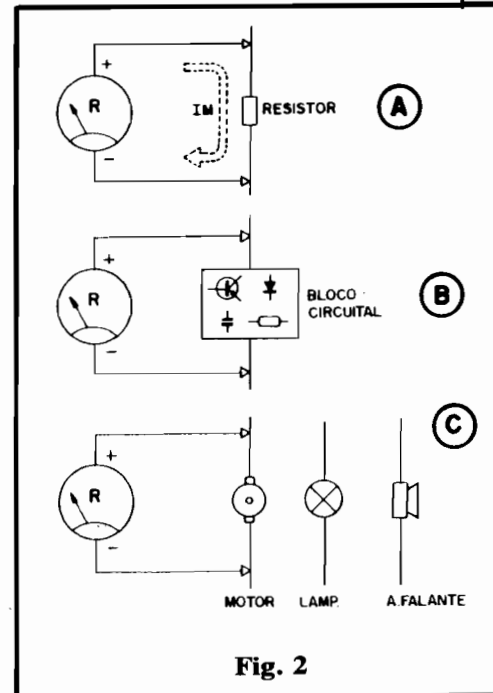

Fig. 2
- **FIG. 2** - MEDINDO RESISTÊNCIAS - Usamos o OHMÍMETRO para verificar o valor ôhmico tanto de um simples componente (não obrigatoriamente de um RESISTOR...) quanto de um inteiro bloco circuital, e mesmo de diversos outros aparelhos, dispositivos ou peças (não forçosamente da categoria de "componentes eletrônicos"...). Não esquecendo **nunca** que os terminais de um OHMÍMETRO **fornecem energia**, e que assim a sua utilização determina o surgimento de uma **Corrente de Medição (IM)**, advertimos desde já que o COMPONENTE, BLOCO CIRCUITAL, PEÇA, APARELHO, etc., a ser avaliado com o instrumento **DEVE ESTAR DESLIGADO OU DESENERGIZADO!** Sob ne-